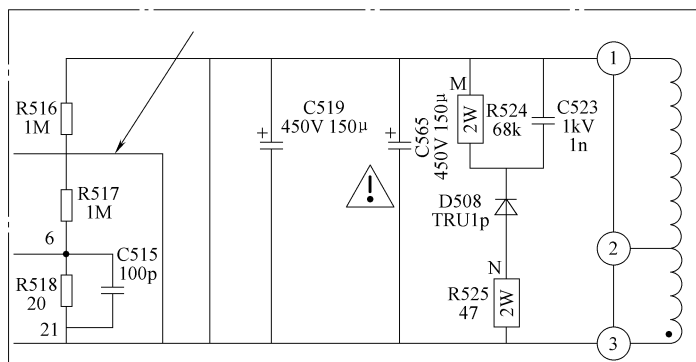

图 5-147 电阻 R517 相关电路截图
- 2) 电阻 R517 相关电路截图如图 5-147 所示。